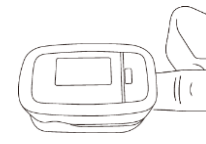

Figura 5 Inserire il dito in posizione
- Il dito deve essere posizionato correttamente (vedi illustrazione in questo manuale, Figura 5), altrimenti ciò può causare una misurazione inaccurata.
- Aprire la clip come mostrato in Figura 5.